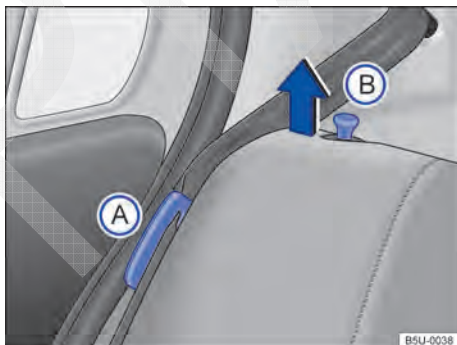
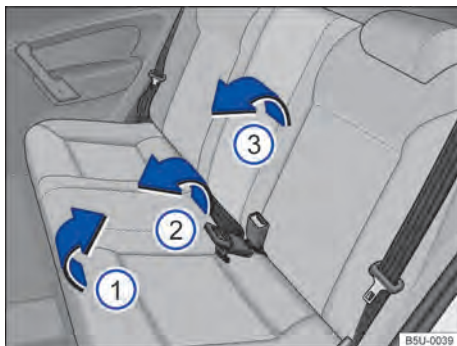

Fig. 73 Banco traseiro: posicionador do cadarço do cinto de segurança (A) e pino de destravamento do encosto (B).
Fig. 74 Banco traseiro: rebater o banco traseiro.
As figuras → Fig. 73 e → Fig. 74 ilustram, como exemplo, o procedimento para rebater o banco traseiro.
- Encaixar os cadarços dos cintos nos respectivos alojamentos no revestimento lateral → Fig. 73 (A).
- Puxar o assento pela parte da frente → Fig. 74 (1) no sentido da seta, para cima.
- Levantar a parte traseira do assento → Fig. 74 (2) e deslocar totalmente para a frente, de maneira que o assento fique o mais próximo possível do assoalho e do encosto do banco dianteiro.
- Puxar os pinos de destravamento → Fig. 73 (B) e, ao mesmo tempo, rebater parcialmente o encosto do banco → Fig. 74 (3) e remover os apoios para cabeça → Página 52. Abaixar totalmente o encosto do banco traseiro.
- Encaixar os cadarços dos cintos de segurança nos respectivos posicionadores → Fig. 73 (A).
- Levantar os pinos → Fig. 73 (B) e, ao mesmo tempo, rebater parcialmente o encosto do banco traseiro → Fig. 74 (3).